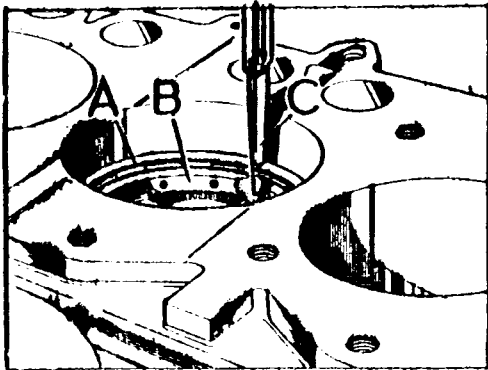

Fig. A3-90 Comprobación de la separación entre juntas de los segmentos
- 3.1. Para esta operación se utilizará un pistón auxiliar, B (Fig. A3-90) con el fin de mantener los segmentos, A, a escuadra respecto al cilindro.